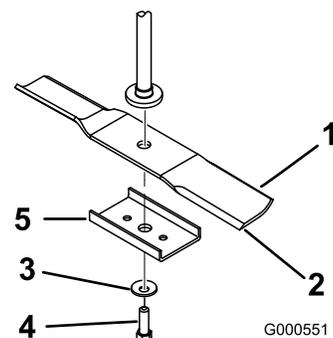
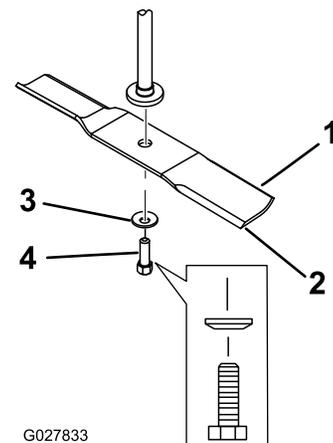

Figura 60
Figura 61
2. Togliete il rinforzo della lama (solo piatti da 81 cm), il bullone della lama, la rondella curva e la lama dall'asse del fusello (Figura 60 e Figura 61).
- Montate la lama sull'asse del mandrino (Figura 61).
- Montate il rinforzo della lama (solo piatti da 81 cm), la rondella curva (lato concavo verso la lama) e il bullone della lama (Figura 61).